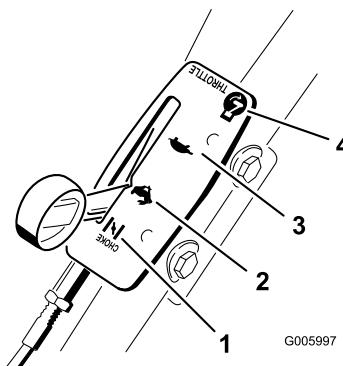

Figura 18
Los ajustes del acelerador se muestran en (Figura 18).
- Mueva la palanca del estárter a la posición Estárter (Figura 18).
- Mueva la palanca del estárter/accelerador a la posición Rápido (Figura 18).